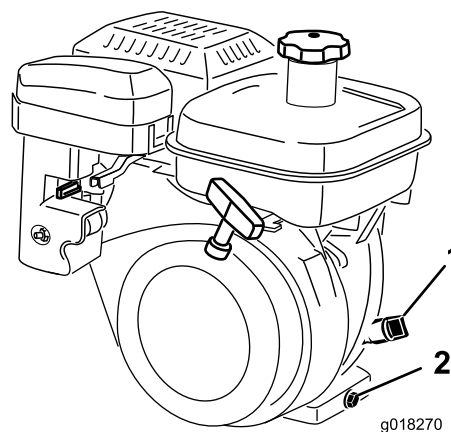

Figure 30
2. Positionnez la machine de sorte que le moteur soit de niveau et nettoyez la surface autour de la jauge d'huile (Figure 30).
3. Dévissez la jauge et retirez-la (Figure 30).
4. Essuyez la jauge sur un chiffon propre et remettez-la dans l'orifice de remplissage, sans la visser. Sortez de nouveau la jauge et vérifiez le niveau d'huile. Si le niveau est bas, ajoutez suffisamment d'huile pour le faire monter entre les repères "H" et "L" sur la jauge (Figure 30). Contrôlez à nouveau le niveau d'huile. Ne remplissez pas excessivement.
2. Placez un bac de vidange sous le bouchon de vidange à l'arrière de la machine (Figure 30). Desserrez le bouchon de vidange.